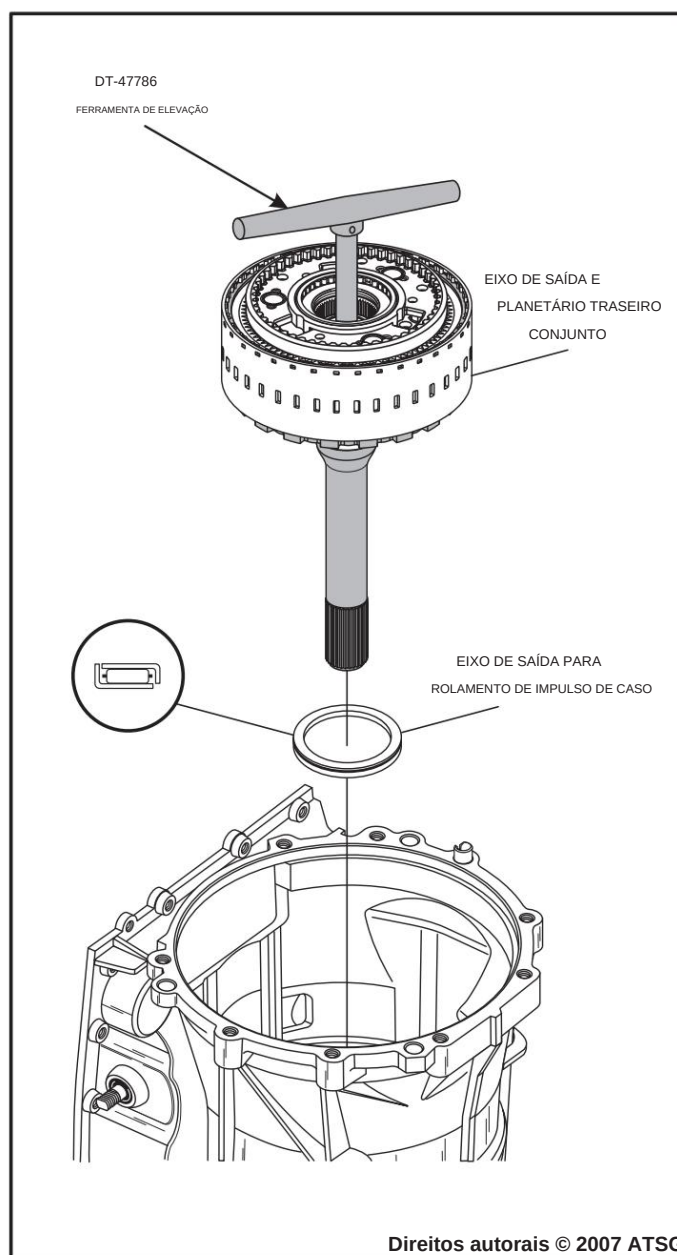

Figura 154
- Instale o eixo de saída no rolamento de encosto da caixa dentro da caixa, na direção mostrada na Figura 154.
- Certifique-se de que a ferramenta de elevação DT-47786 esteja completamente rosqueada no conjunto do eixo de saída, conforme mostrado na Figura 154. Devido ao peso do conjunto, o rosqueamento incompleto pode permitir que o conjunto se solte, causando danos/ferimentos.
- Instale o conjunto do eixo de saída pré-montado na carcaça, conforme mostrado na Figura 154, usando a ferramenta de içamento DT-47786.